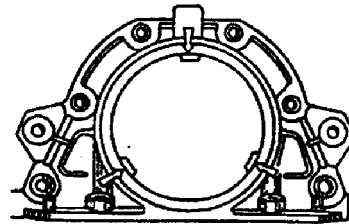

Fig. 2-14. Suporte do vedador traseiro: as setas indicam as saliências de centralização do suporte e vedador, no flange.
5. Posicionar, no flange traseiro da árvore de manivelas, a junta do suporte do vedador traseiro e, nos alojamentos do suporte, posicionar os parafusos de fixação da placa dianteira da carcaça da embreagem (fig. 2-14). Posicionar o suporte juntamente com o vedador, por sobre o flange da árvore de manivelas, utilizando-se do mandril 41.7853.4011. Fixar o suporte do vedador com os respectivos parafusos.